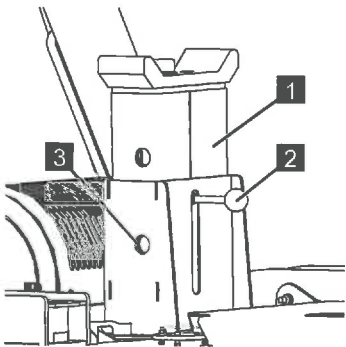

Abb. 106
6. Die Teleskopauflage (Abb.106/1) am Griff (Abb.106/2) nach oben ziehen, bis die gewünschte Bohrung (Abb.106/3) fluchtet.